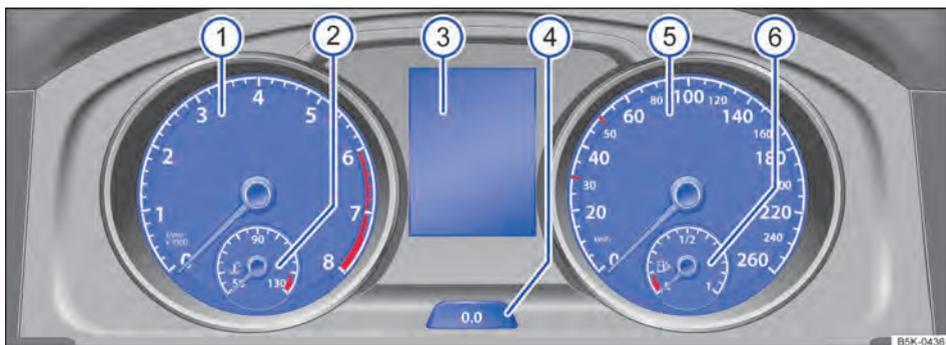

Fig. 14 No painel de instrumentos: instrumento combinado.
Legenda para Fig. 14:
Dependendo da versão do veículo, é possível que sejam exibidas diferentes informações no display do instrumento combinado → Fig. 14 ③: ▶